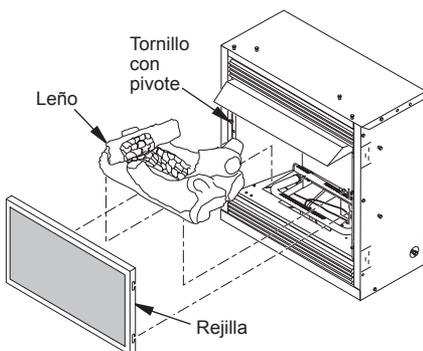

Figura 27 - Instalación de leños y la rejilla
1. Quite el material de empaque del leño y deséchelo. Cuidadosamente coloque el juego de leños sobre el soporte del quemador (consulte la figura 27). No permita que el leño tenga contacto con la llama. Si la llama toca el leño se producirá hollín.